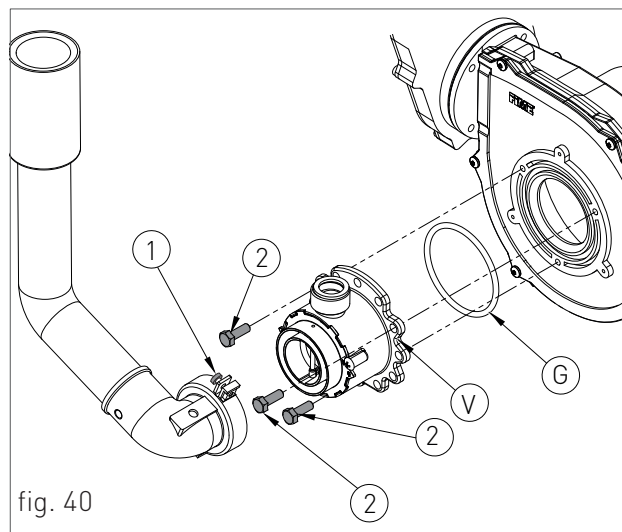
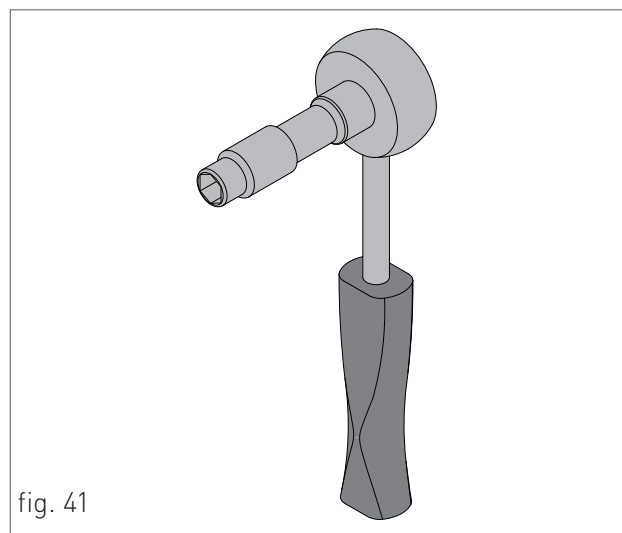

fig. 40
fig. 41
- › Desserrer les deux vis '1' (fig. 40) du collier de fixation et retirer le tuyau d'aspiration de l'air ;
- › Dévisser les trois vis de fixation '2' (fig.40) du venturi 'V' (fig.40) à l'aide d'une clé de 10 comme indiqué à la figure 41 ;
- › Remonter les composants en suivant les opérations de démontage dans le sens inverse en veillant à ce que le joint 'G' soit remonté comme indiqué à la fig.40 ;